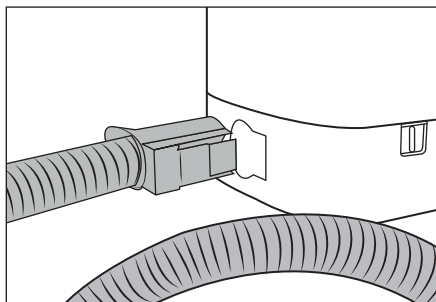

Fig. 2
- ◆ Sæt sprøjte-/sugeslangen **19** ind i sprøjte-/sugeslangetilslutningen **17** på produktet, indtil oplåsningsknappen **21** går i indgreb (se fig. 2).